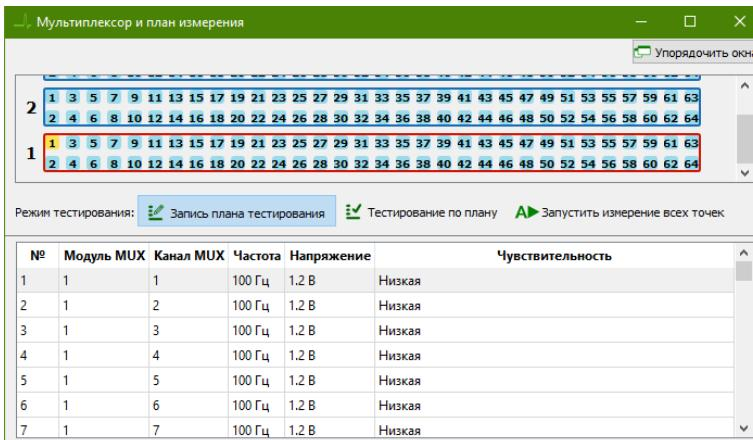

Рисунок 35. Окно Мультиплексор и план измерения ПО EPLab.
7. Для записи плана тестирования в окне мультиплексора нажмите кнопку "Запустить измерение всего плана". Полученные ВАХ отобразятся в таблице (Рисунок 35).